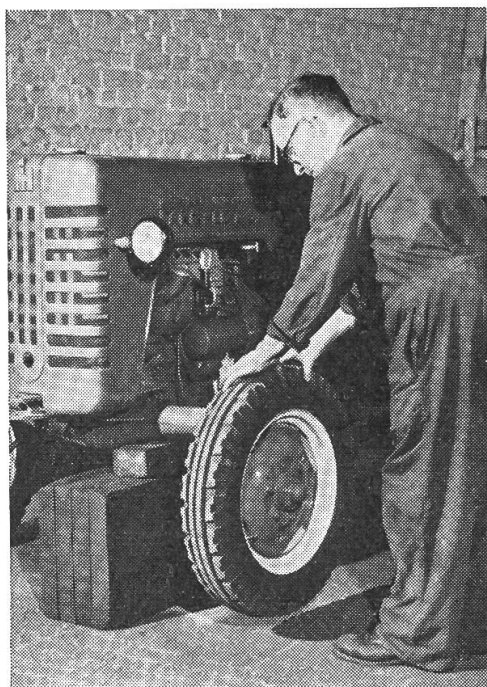

Abb. 1
64. Die «Schlingerbewegungen» der Vorderräder zeigen an, dass die **Vorderradlager** nicht mehr in Ordnung sind. Sie müssen sich also einmal um diese wichtigen Teile kümmern. Hand aufs Herz, viel getan haben Sie dafür sicherlich noch nicht. Nun, die Prüfung ist sehr einfach. Man muss vor allem den Traktor ordnungsgemäss aufbocken (siehe Abb. 1). Jetzt versuchen Sie einmal, die Räder seitlich hin und her zu bewegen. Als alter Traktorfahrer werden Sie sofort feststellen, dass hier ein sogenanntes «Spiel» vorhanden ist, ein Zeichen, dass die Radlager sich gelockert haben. Das ist kein alarmierendes Zeichen, aber ein Hinweis, dass diese Lager angezogen werden müssen. Soweit das Erkennen des Fehlers beim «Schlingern» der Vorderräder.